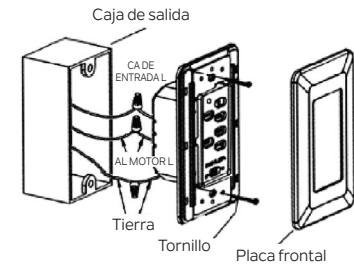

Figura 20
Paso 2. Instale el control de pared en la caja de salida y conecte los cables con los conectores de cables provistos. (Figura 20)